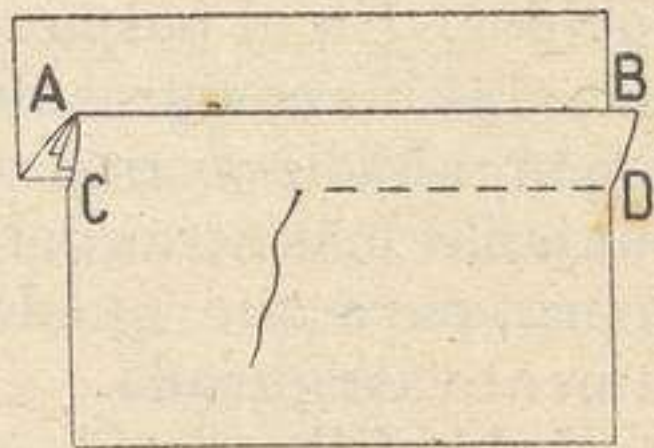

Fig. 7.—Costura doble
**Costura doble** (fig. 7).—Se unen dos telas por el haz, sujetándolas con un punto de bastilla